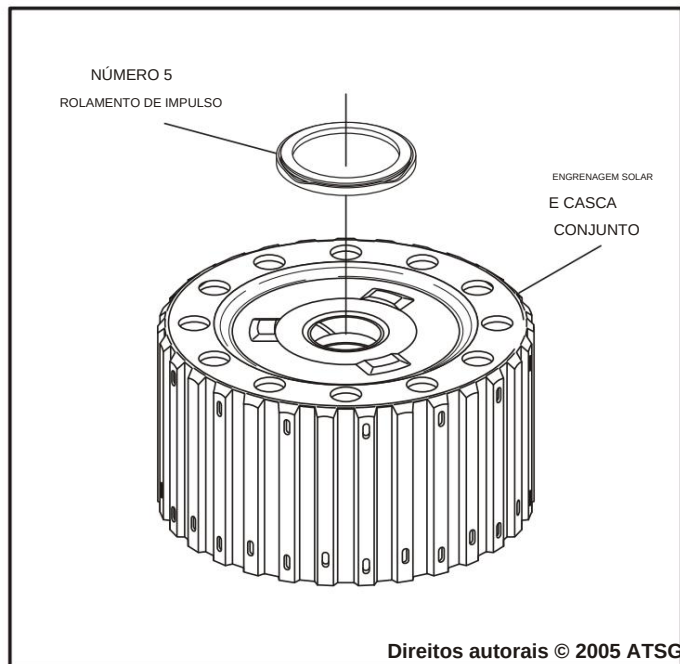

Figura 103
1. Instale o rolamento axial número 5 na engrenagem solar e no conjunto da carcaça na direção mostrada na Figura 103 e retenha com uma pequena quantidade de Trans-Jel®.